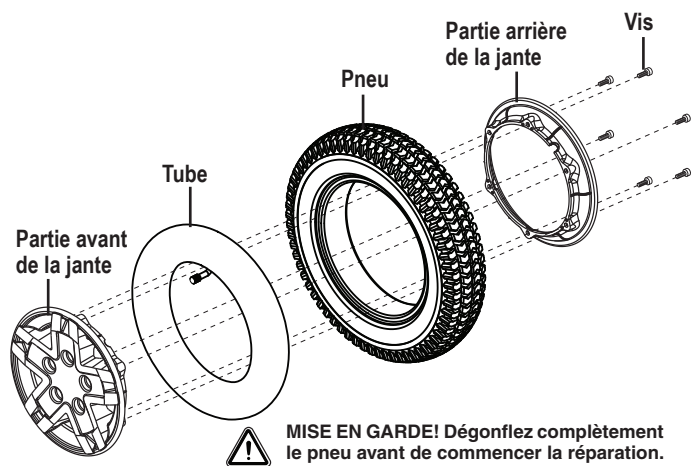

Figure 20. Roue motrice démontée du Q4
6. Retirez les vis qui retiennent les deux parties de la jante ensemble. **Voir la figure 20.**
10. Réinstallez les cinq (5) écrous de roue sur le moyeu et resserrez.